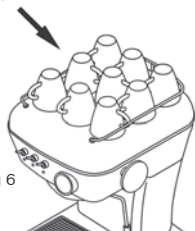

Abbildung 6
- Platzieren Sie die Tassen auf dem Tassenwärmer 9. Die Temperatur (optimal bei 40 °C/105 °F) wird den Espresso verbessern (siehe Abbildung 6).